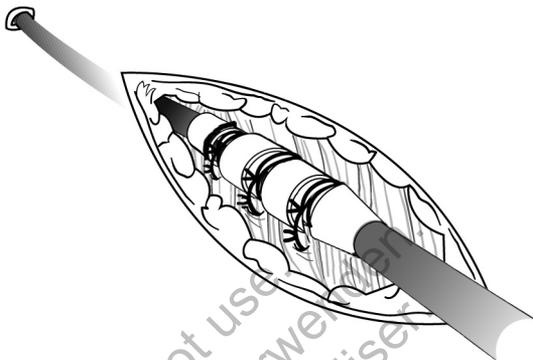

Abbildung 9. Beispiel für eine perkutane Implantation mit Nahtmanschette
1. Ziehen Sie die Einführschleuse ab, und schieben Sie die distale Nahtmanschette tief in das Gewebe hinein (Abbildung 9 auf Seite 27).